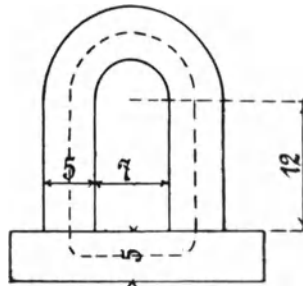

Fig. 51.
158. Ein Elektromagnet aus Schmiedeeisen besitzt die in Fig. 51 eingezeichneten Dimensionen. Wie groß ist die Tragkraft, wenn durch seine 400 [600] (1000) Windungen ein Strom von 12,5 [10] (5) A fließt?